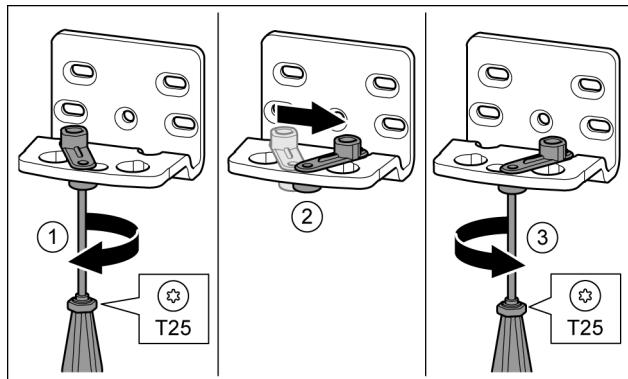

Fig. 16 \*
- Schraube mit Schraubendreher T25 lose schrauben. Fig. 16 (1) \*
- Türschließhilfe anheben und um 90° nach rechts in Bohrung drehen. Fig. 16 (2) \*
- Schraube mit Schraubendreher T25 festschrauben. Fig. 16 (3) \*